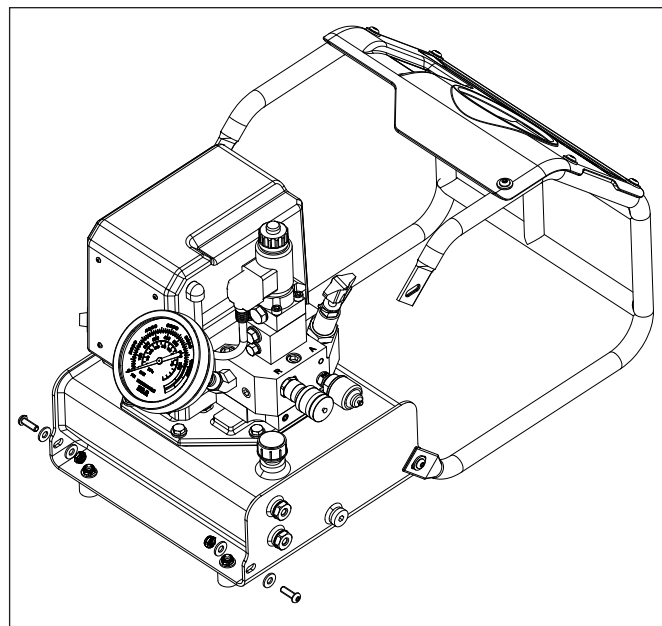

Abbildung 7: Reinigung des Tanks
3. Entfernen Sie 2 Schrauben, Unterlegscheiben und Muttern, mit denen der Schutzrahmen am Tank befestigt ist. Lösen Sie die anderen 2 Sätze Befestigungsschrauben. Schwenken Sie den Schutzrahmen wie abgebildet. Siehe Abbildung 7